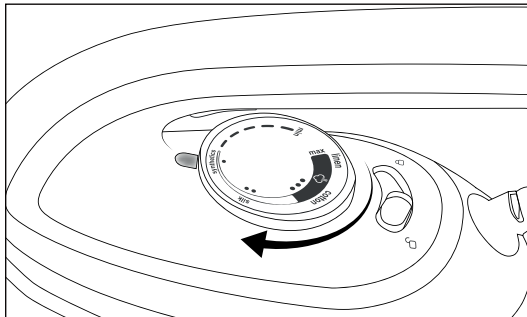

Fig. 7
- 3) Gire el regulador de temperatura **3** y ajuste la temperatura deseada para el planchado (consulte la fig. 7).